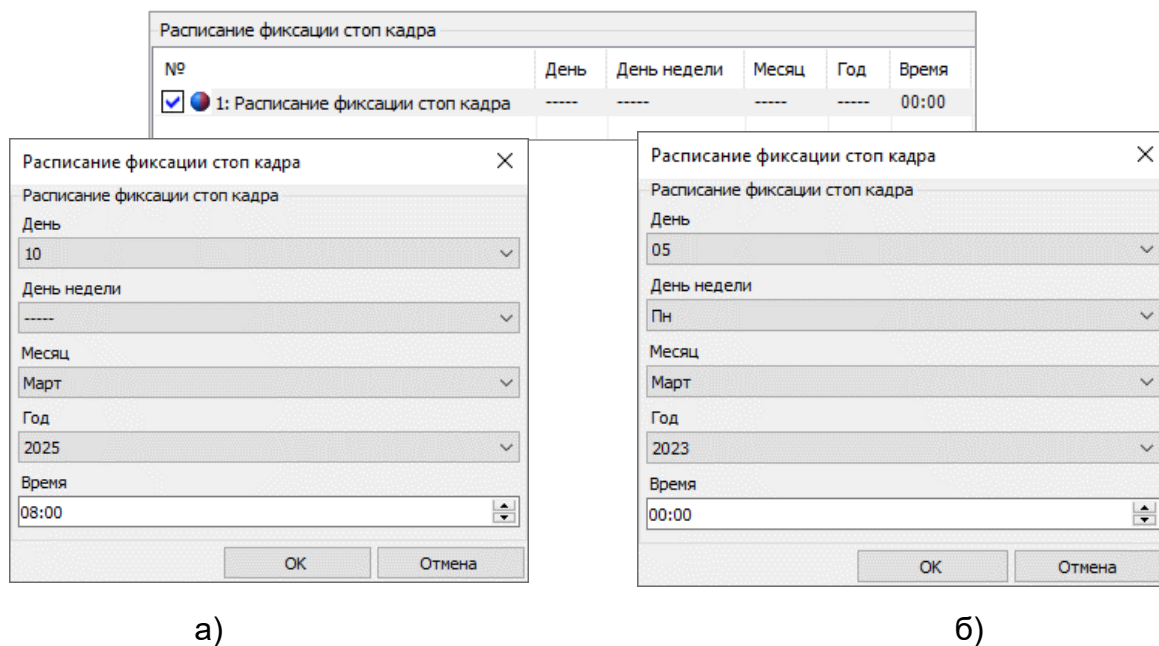

Рисунок 72
- в определенную дату (см. рисунок 72 а);
- в определенный день недели месяца или года (см. рисунок 72 б).